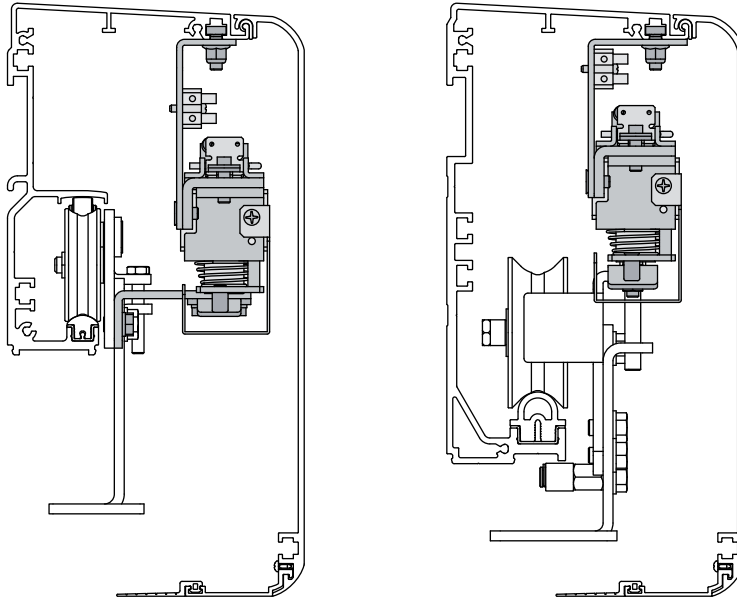

Fig. 1
- Fissare mediante le viti in dotazione, il dispositivo di blocco al profilo cassetto come indicato in fig. 1.
- Using the screws supplied, fix the lock to the box profile as shown in fig. 1.